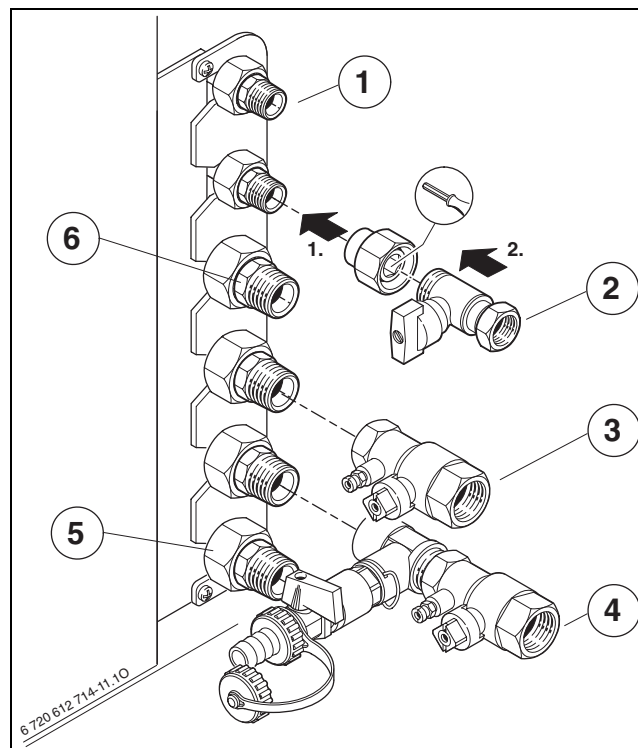

Fig. 30 Montaggio dei rubinetti
- ▶ Per riempire e svuotare l'impianto di riscaldamento, è possibile utilizzare il rubinetto con portagomma fornito nell'accessorio 862 (fig. 30).